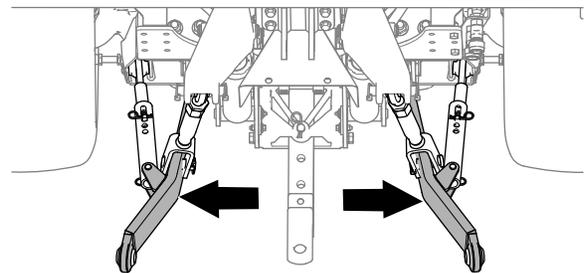

Bild 15
2. Schwenken Sie die Unterlenkerarme (Bild 15) ganz nach außen, siehe Betriebsanleitung der Zugmaschine.